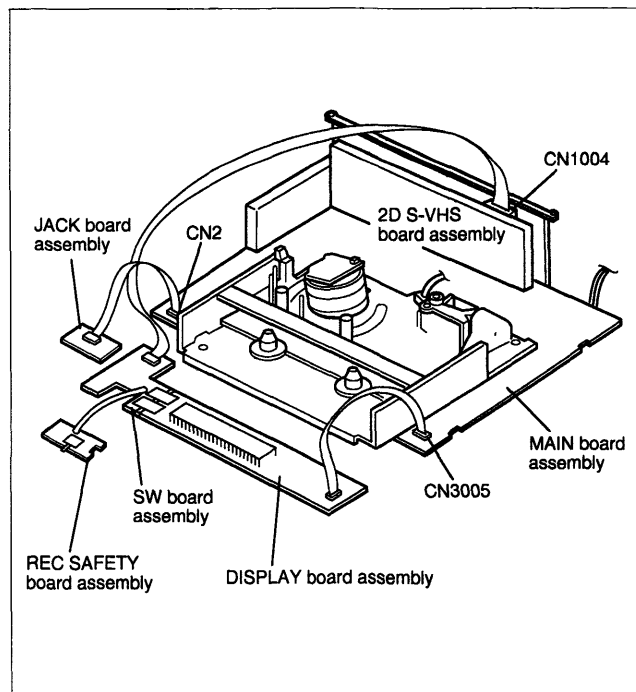

Fig. 1-4-3
- (7) Remova o Painel Display (DISPLAY Board Assembly), o Painel Teclado (SW Board Assembly), e o Painel da Chave de Segurança de Gravação (REC SAFETY Assembly) e o Painel de Conexões Frontais (JACK Board Assembly) (Ver a página 3 MÉTODO DE MONTAGEM E DESMONTAGEM). Coloque-os a frente do Mecanismo e Painel Principal (MAIN board assembly) que foram removido no passo (6), então conecte os cabos aos conectores CN2 e CN3005 do Painel Principal e CN1004 do Painel 2D S-VHS (Veja Fig. 1-4-3)
- (8) Conecte o cabo de rede a um transformador de isolamento, e eleve o compartimento cassette (Antes de ligar esteja seguro que nada possa provocar um curto circuito).
#### 1.4.3 Carregamento cassette e ejeção na "POSIÇÃO DE SERVIÇO" (Veja Fig. 1-4-3).
- (1) Insira uma fita cassette a meio curso no compartimento cassette
- (2) Acione a chave de segurança de gravação.
- (3) Solte a chave de segurança de gravação logo após o carregamento se iniciar
- (4) Após seguir o procedimento acima, as operações desejadas (gravação, reprodução, avanço, retrocesso, etc.) estarão disponíveis (Ver Fig. 1-4-3)
- (5) Para ejetar, não é necessário acionar a chave do painel de chave de segurança de gravação. Certifique-se que o aparelho esteja com a frente para cima antes de ejetar.
- Quando executar a reprodução de fita ou executar o sistema de diagnóstico de gravação na Posição de Serviço, coloque a unidade para reproduzir ou gravar antes de virá-lo. Não modifique o modo quando executando diagnóstico. Certifique-se que a parte frontal do aparelho esteja para cima quando chavear o modo. (Ver Fig. 1-4-3)